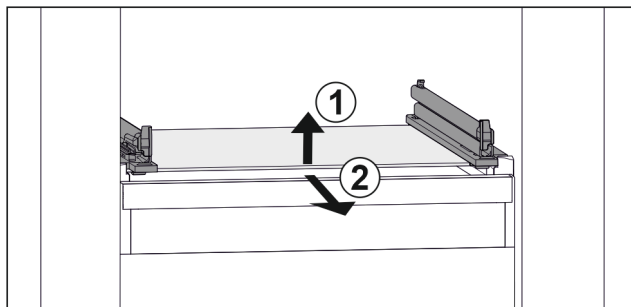

Fig. 153 Příklad znázornění skleněné desky
- ▶ Nadzvedněte skleněnou desku vpředu. Fig. 153 (1)
- ▶ Vyjměte skleněnou desku dopředu. Fig. 153 (2)